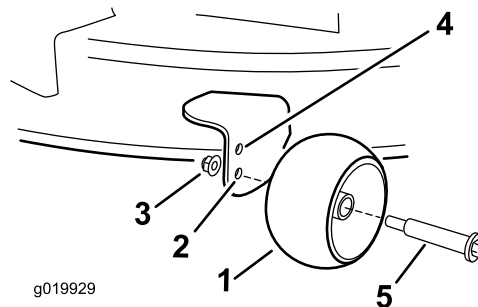

Figura 26
posición de altura de corte de 63 mm (2½") o menos (Figura 26).
- Taladro inferior – utilice esta posición cuando la carcasa de corte está en la posición de altura de corte de 76 mm (3") o más (Figura 26).